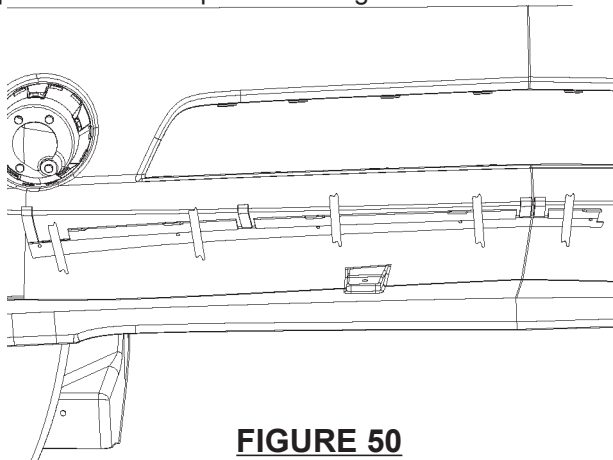

FIGURE 50
7. Utiliser les repères de positionnement pour placer l'attache de droite sur le carénage du véhicule et appliquer du ruban pour fixer. Se reporter à la Figure 50.